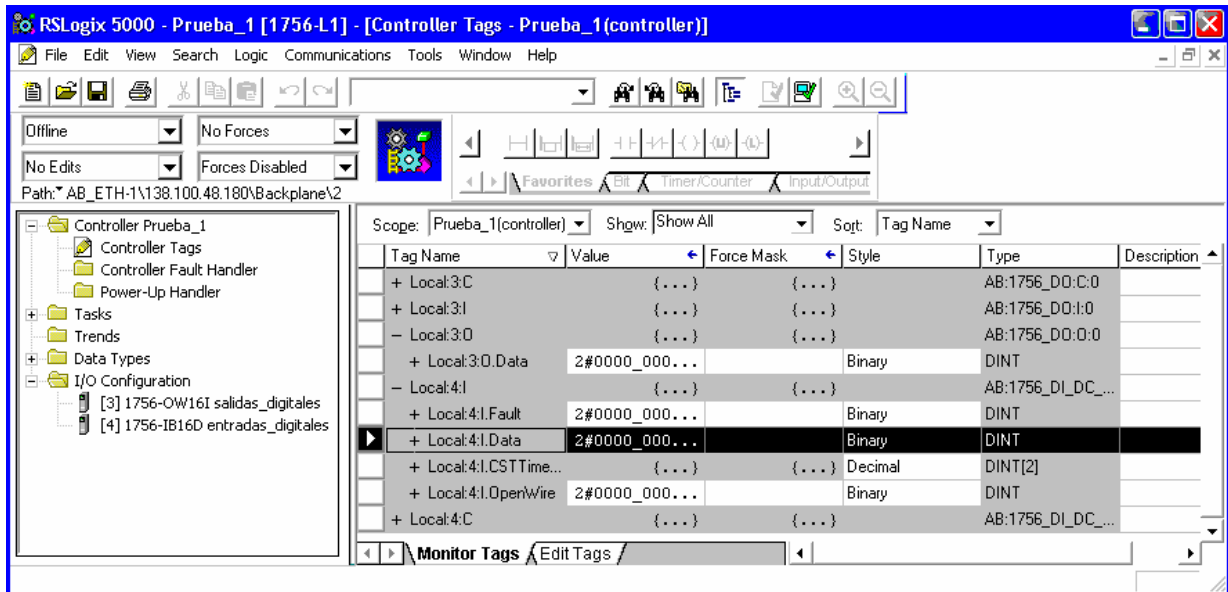
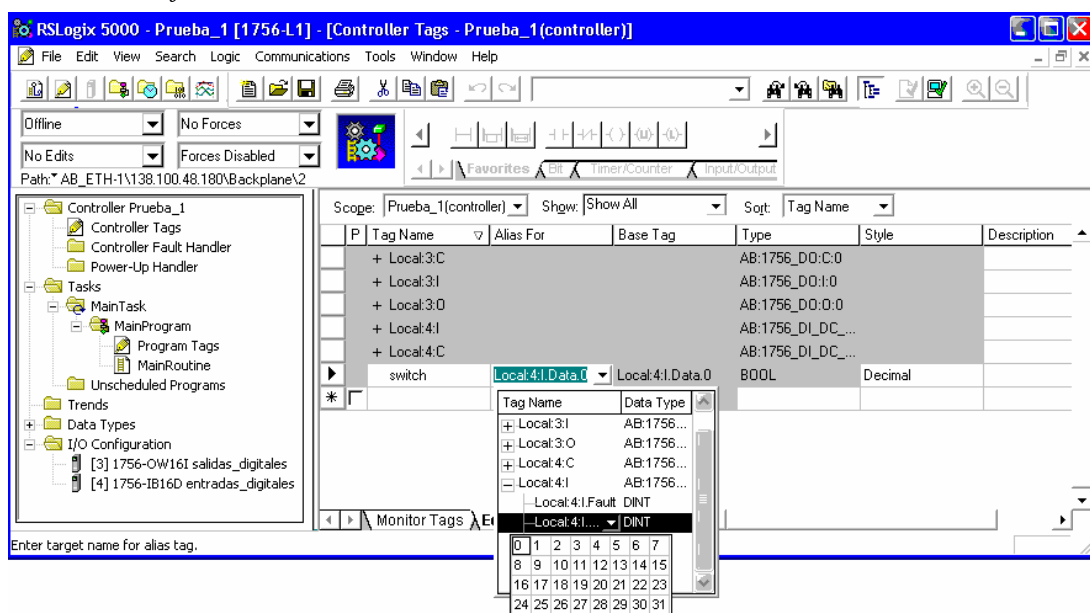

Figura 3.7 Tags de controlador definidos por los módulos de E/S
Figura 3.13 Creación de un tag basado en alias, desde el editor de tags
a) Haga doble clic en **Tags del controller** en el organizador del controlador, aparece la ventana de la figura 3.7. Ahora deben aparecer dos o más entradas bajo ‘Nombre de tag’; ‘Local:X:C’ y ‘Local:X:I’. El módulo de entrada contiene datos de entrada y configuración.
Para definir un alias desde la ventana de la figura 3.7, proceder de la siguiente forma: con el botón izquierdo hacer un clic en la pestaña *edit tag* aparece la ventana de la figura 3.13. escribir el nombre del tag en la columna *tag name* y después asignarle el tag físico en la columna *alias for*.